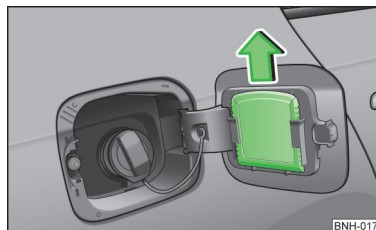

Fig. 129
- > Împingeți în afară racleta pentru gheață » fig. 129.